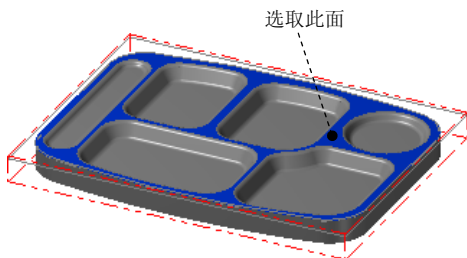
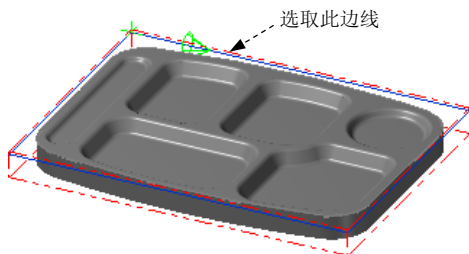

图 1.29 选取加工面
图 1.30 选取边界范围边线
Step2. 选取加工面。在图形区中选取图 1.29 所示的面，然后按 Enter 键，系统弹出“刀具路径的曲面选取”对话框，单击**边界范围**区域中的**✎**按钮，在图形区中选取图 1.30 所示的边线，单击**✓**按钮，完成边界范围边线的选取，系统返回至“刀具路径的曲面选取”对话框。单击**✓**按钮，系统弹出“曲面精加工环绕等距”对话框。